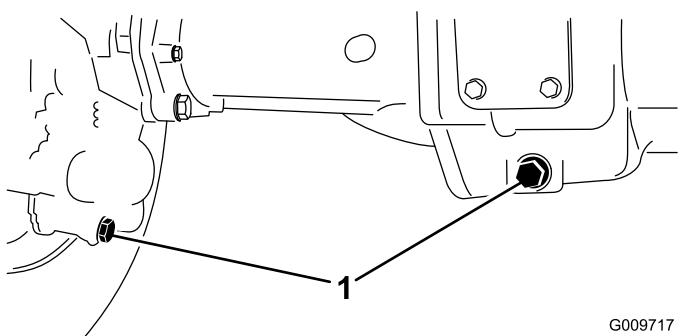

Рисунок 70
- Очистите область вокруг 3 сливных пробок, по 1 на каждом конце и 1 в центре (Рисунок 70).